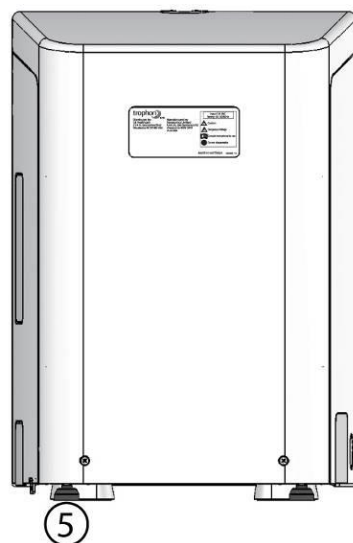

Figure 2
(Figure 2)
2. Mettez l'appareil à niveau en réglant les pieds arrière. Pour ce faire, faites pivoter les pieds dans le sens horaire ou anti-horaire (voir Figure 2). Vérifiez que tous les pieds sont présents et qu'ils ne sont pas desserrés.